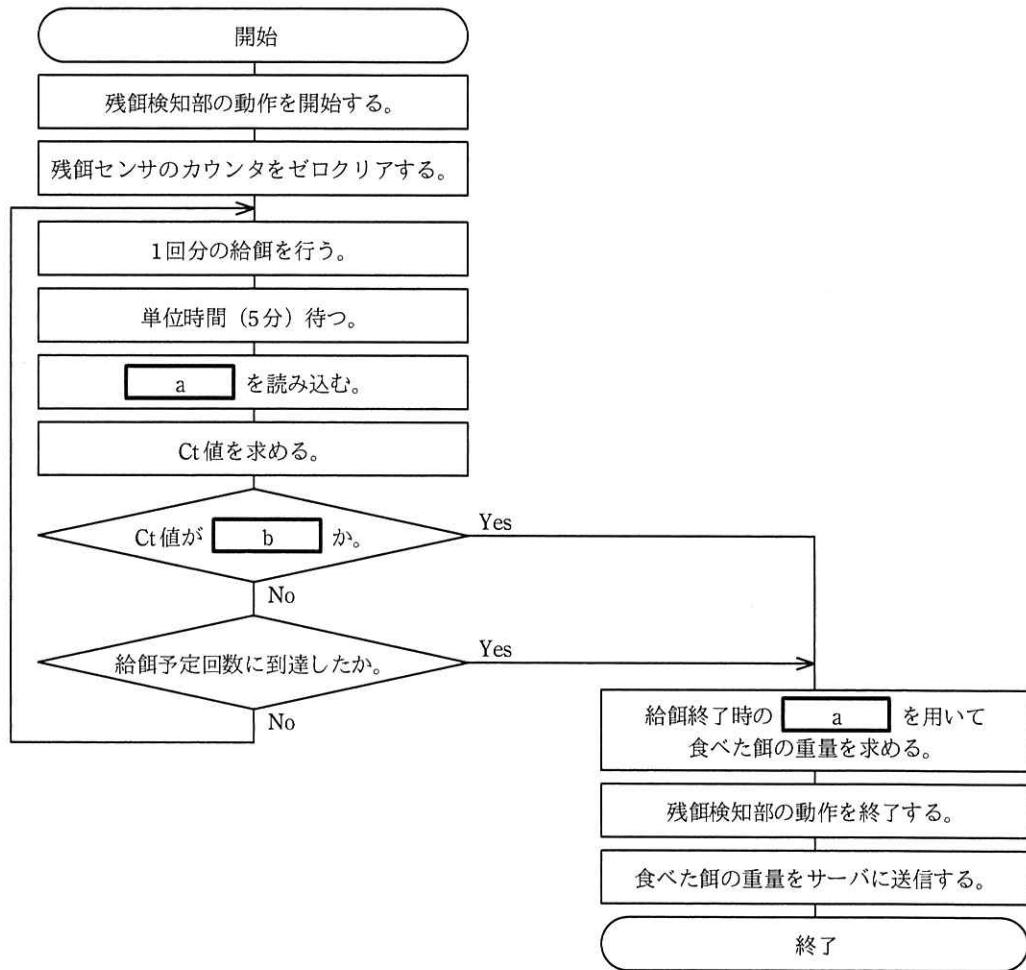

図3 給餌処理フロー
給餌日時になったときの給餌処理フローを図3に示す。
- (1) 図 3 中の , に入る適切な字句を答えよ。
- (2) 養殖魚が食べた餌の重量の算出方法について、次の式中の ~ に入れる最も適切な字句を解答群の中から選び、記号で答えよ。